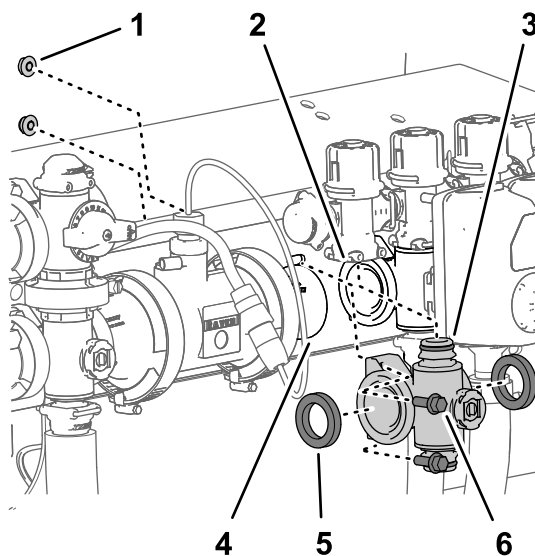
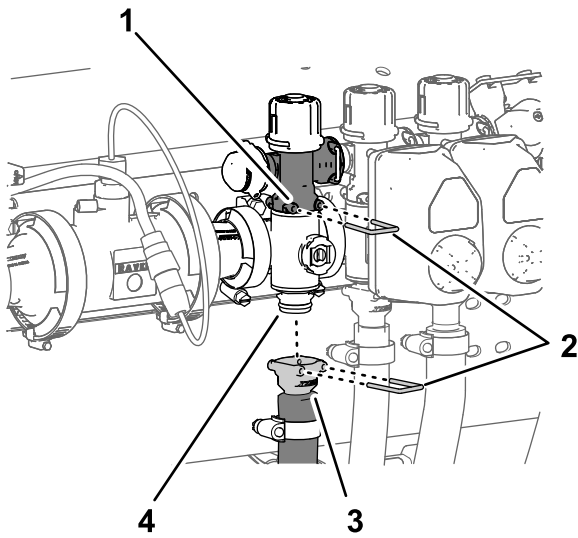

Figure 119
Figure 120
1. Aligned les 2 joints que vous avez retirés à la section Dépose de la valve de collecteur de section de rampe (page 86) et les brides du collecteur de vanne de section (Figure 119).
2. Alignez la bride du collecteur de vanne de section entre les brides des autres vannes de section et/ou adaptateur d'accouplement (Figure 119).
3. Fixez le raccord rapide du collecteur de vanne de section au raccord rapide femelle de la vanne de dérivation de section à l'aide d'un l'étrier de fixation (Figure 119 et Figure 120).
5. Pour les collecteurs de vannes de section gauche et droite, fixez le collecteur de vanne de section au support de vannes (Figure 119) à l'aide des 2 boulons à embase ( $\frac{1}{4} \times \frac{3}{4}$  po) et des 2 contre-écrous à embase ( $\frac{1}{4}$  po) que vous avez
8. Fixez le raccord rapide du flexible de section au raccord rapide du collecteur de vanne de section à l'aide de l'étrier de fixation (Figure 120).